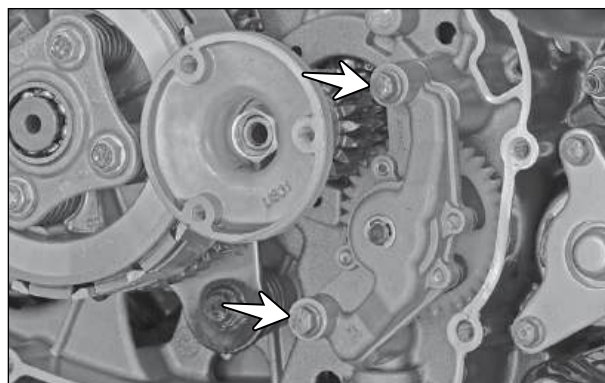

Fig. 3.3
- Remova os parafusos M6x30 (setas) de fixação do conjunto da bomba de óleo e remova a bomba de óleo com os anéis de vedação das passagens de entrada e saída. (Fig. 3.3)